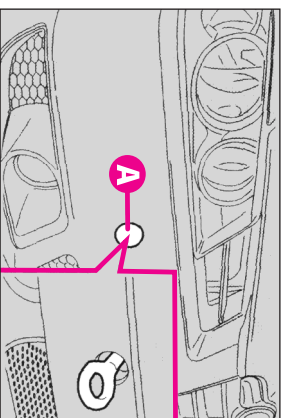
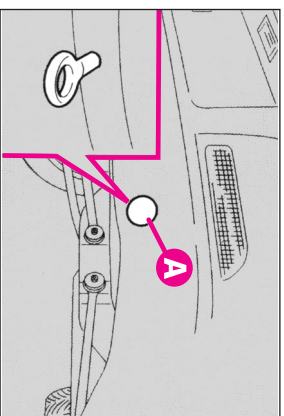

fig. 76
fig. 77
- scoateți inelul din trusa cu scule -scoateți capacul (A) fixat în față (fig. 76) sau pe bara de protecție din spate (fig. 77). Pentru a face aceasta, folosiți șurubelnița cu lama plată din dotare, acoperindu-i vârful cu un material moale pentru a evita zgârierea mașinii.